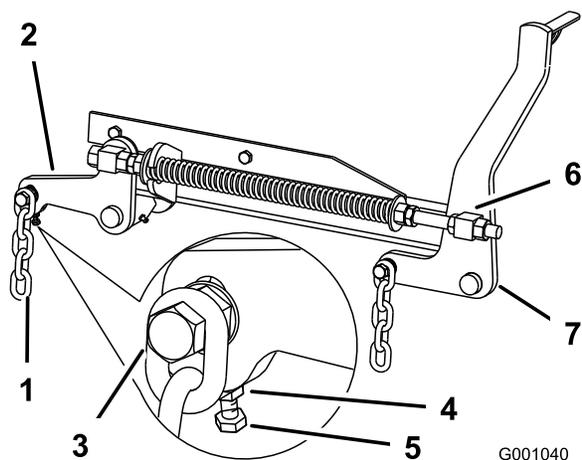

Figura 105
7. Se le misure al punto **B** o **C** non sono esatte, allentate il bullone che monta la catena posteriore al braccio di supporto posteriore (Figura 105).
- Allentate il controdado sotto il braccio di supporto posteriore e regolate il bullone di regolazione per ottenere una misurazione compresa tra 80 e 83 mm; fate riferimento a Figura 105.
- Allentate i controdadi della parte girevole anteriore nella parte anteriore delle parti orientabili di destra e sinistra, di circa 13 mm (Figura 105).
- Regolate i dadi di sollevamento sui lati destro e sinistro della macchina finché la parte anteriore della macchina non risulta più bassa di 6–10 mm davanti, al punto **A**, rispetto alla parte posteriore al punto **B** (Figura 105).